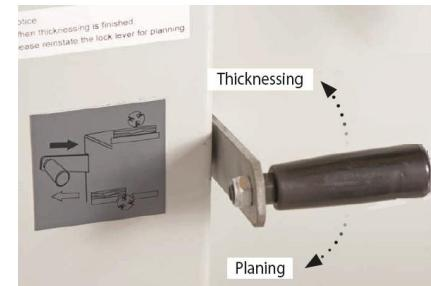

Fig. 24
- Enclencher le levier de verrouillage pour engager la fonction de rabotage, voir Fig. 24.